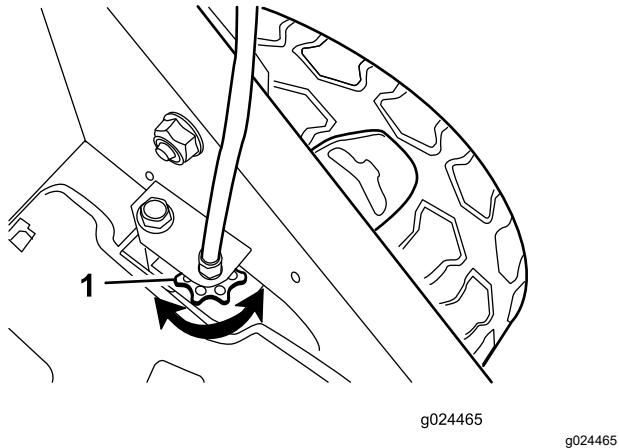

Figura 25
- Si las ruedas no giran al apretar la barra de autopropulsión, la correa de transmisión está demasiado floja. Gire el mando de control de la transmisión de las ruedas (Figura 25) una vuelta en el sentido de las agujas del reloj y repita los pasos 4 a 6.
- Si las ruedas giran antes de apretar del todo la barra de autopropulsión, la correa de transmisión está demasiado apretada. Gire el mando de control de la transmisión de las ruedas (Figura 25) una vuelta en el sentido contrario a las agujas del reloj y repita los pasos 4 a 6.